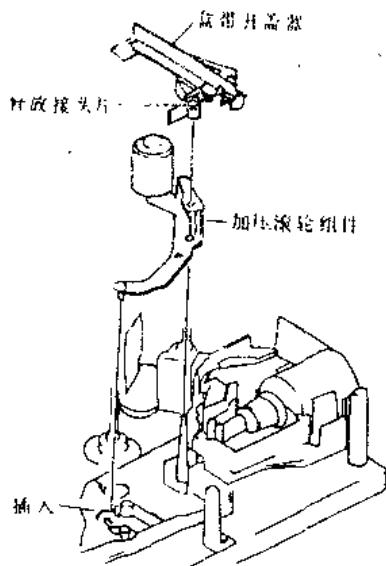

图 1-33
(12) 拆卸加压滚轮
步骤：①释放 1 个接头片而拆卸盒带开盖器，如图 1-33 所示。
②拉出加压滚轮。